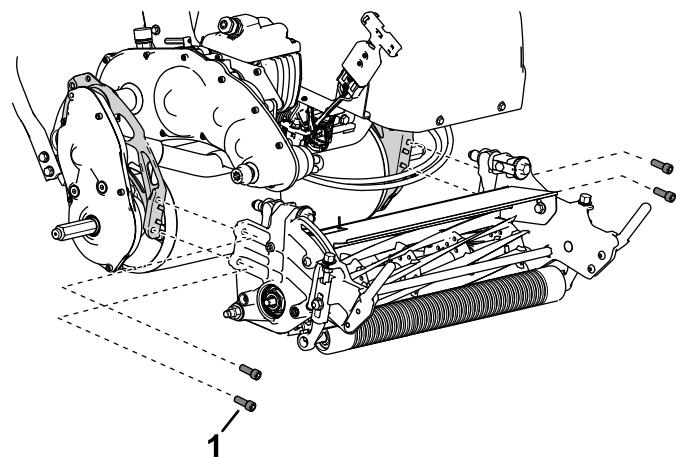

图 7
- A. 用 4 个六角头螺丝将滚刀组安装到机器上 图 7。